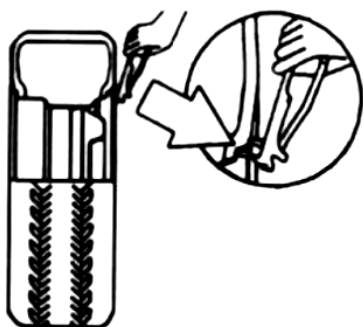

рис. 16
4.1.1 Полностью спускаем воздух в шинах удалив клапан. С помощью молотка-клещей снимаем все набитые грузики на обод (рис. 16).